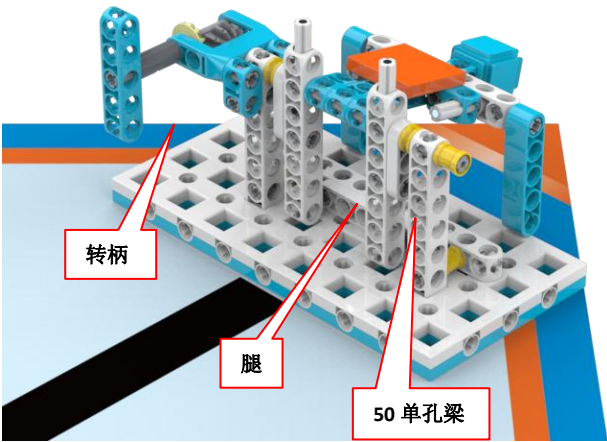

图 6 初始状态
3.3.1 场地某个任务区固定一表演区，有一舞者正在表演舞蹈，转柄竖直，如图 6。